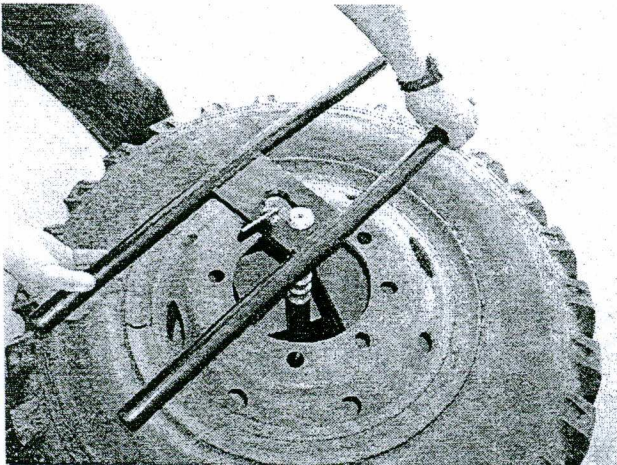

Abb. 9 / fig. 8
- Rahmen zur Seite schieben, so dass die Aufnahmebohrung zwischen den Nuten der Welle einrastet und vertikal fixiert ist; Schwenklasche für seitliche Führung nach unten klappen. (Abb.9)